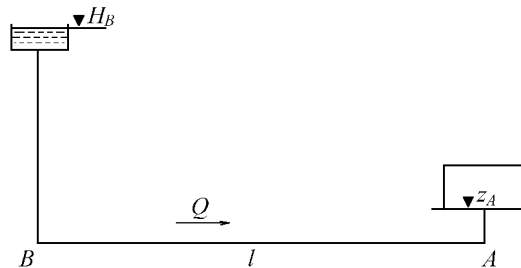

Рис. 2
3. Определить диаметр трубопровода для подачи 15 л/с воды от водонапорной башни В до предприятия А (рис. 2) при длине трубопровода  $l = 1000$  м, отметке уровня воды в башне  $H_B = 32$  м, геодезической отметке в конце трубопровода  $z_A = 2$  м и свободном напоре  $H_{св} \geq 12$  м, если трубы:
Перепад уровней в пьезометрах до сужения ( $D_1 = 0,1 \text{ м}$ ) и в узкой горловине ( $D_2 = 0,05 \text{ м}$ ) в трубе круглого сечения, в которой установлен водомер Вентури, составляет  $0,4 \text{ м}$ . Ускорение свободного падения принять равным  $10 \text{ м/с}^2$ ,  $\pi = 3,14$ . При входе в узкую горловину водомера, приведенного на рис. 2,
Перепад уровней в пьезометрах до сужения ( $D_1 = 0,1$  м) и в узкой горловине ( $D_2 = 0,05$  м) в трубе круглого сечения, в которой установлен водомер Вентури, составляет 0,4 м. Ускорение свободного падения принять равным  $10 \text{ м/с}^2$ ,  $\pi = 3,14$ . На рис. 2 постепенное расширение называется...